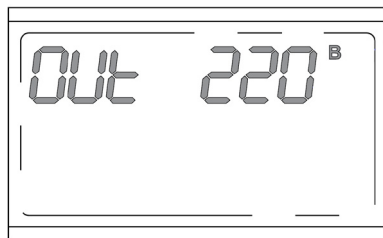

Рисунок 40. ЖК-дисплей в режиме настройки выходного напряжения
2. Дождаться щелчка (3 секунды после перевода автоматического выключателя «Байпас» в положение ON («I»)) и двойным быстрым нажатием кнопки  перевести ЖК-дисплей в режим настройки выходного напряжения (**рисунок 40**).